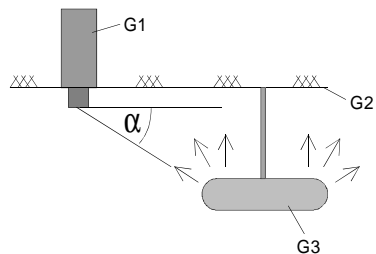

Bild 6: Montage GE 254
- Er ist für indirekte Beleuchtungen konzipiert, d.h. der Abstrahlwinkel  $\alpha$  der abgehängten Leuchten zum Empfänger hin sollte  $23^\circ$  nicht überschreiten. Größere Winkel erhöhen wegen partieller Direkteinstrahlung in den Tubus den Meßfehler. Als absolut maximaler Winkel gilt  $\alpha = 40^\circ$  (siehe Bild 6).